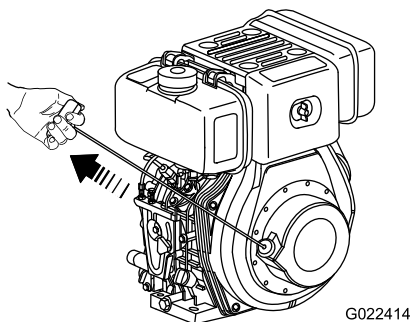

Figura 16
4. Afferrate la maniglia dell'avviatore autoavvolgente, tiratela lentamente fino ad avvertire resistenza, poi tiratela completamente in fuori con un movimento deciso e uniforme (Figura 16).